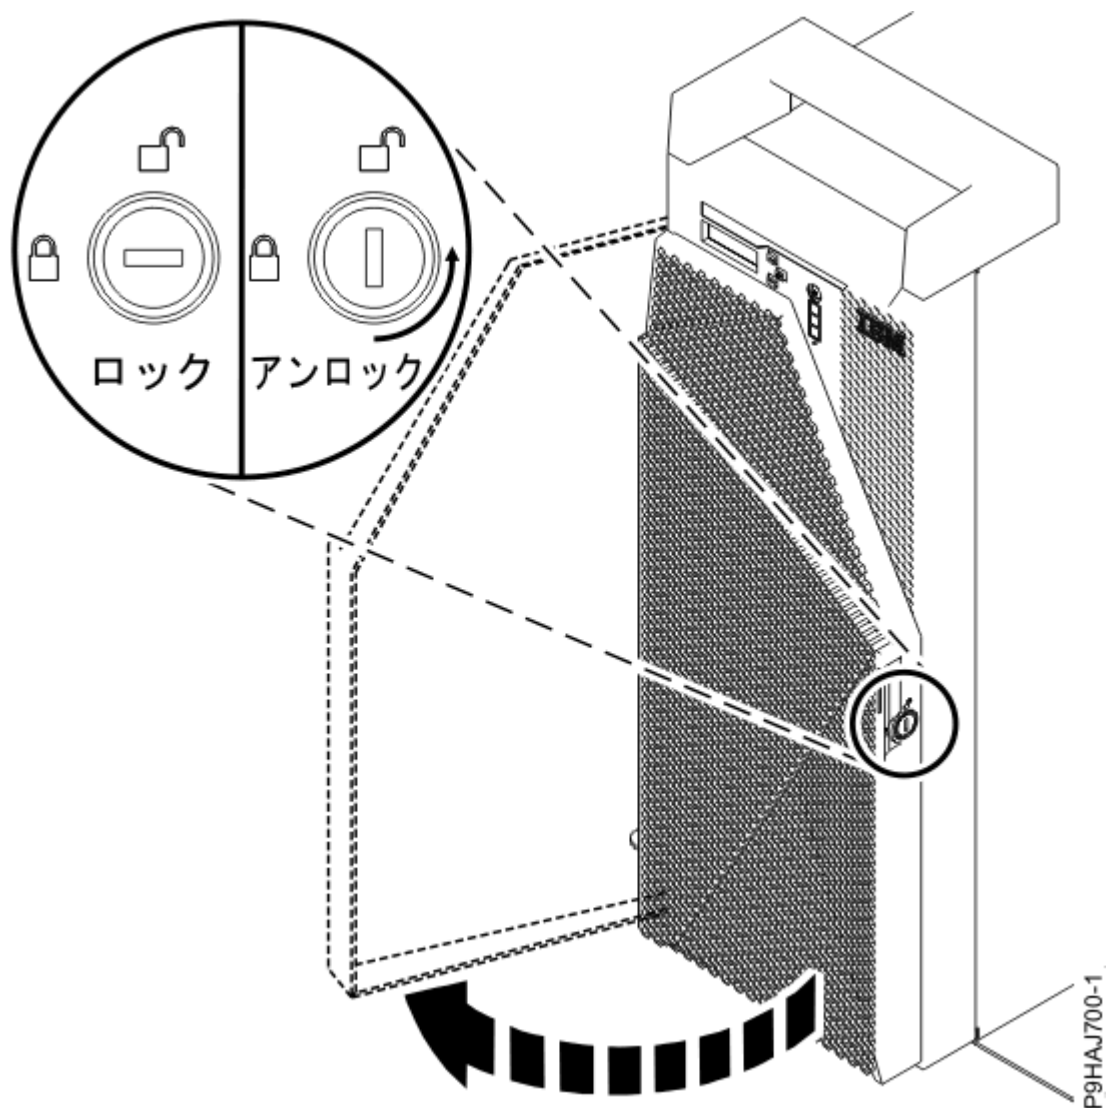

図 37. 前面ドアのアンロック
- a) 前面ドアの鍵をロックに差し込みます (39 ページの図 37 を参照)。鍵を左 (反時計方向) にひねって、ドアをアンロックします。水平方向がロック状態で、垂直方向がアンロック状態です。前面ドアを開きます。